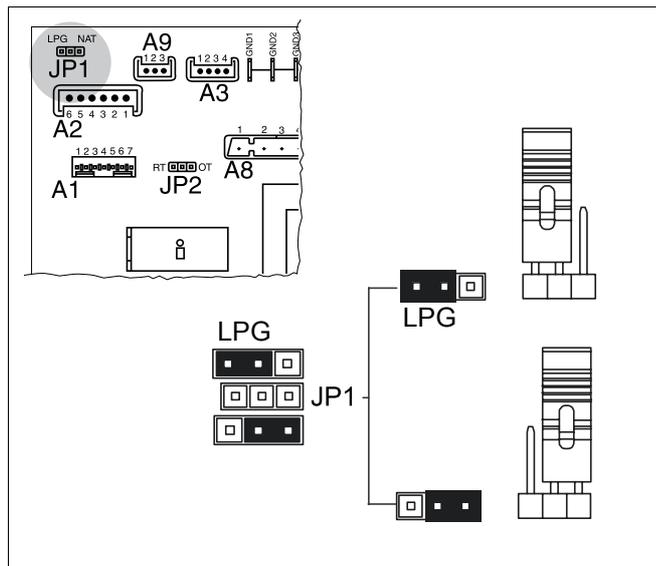

Рис. 46 Перенастройка природный газ/сжиженный газ
- Переключатель JP1 (рис. 46) на плате регулирования переключить в положение "LPG".